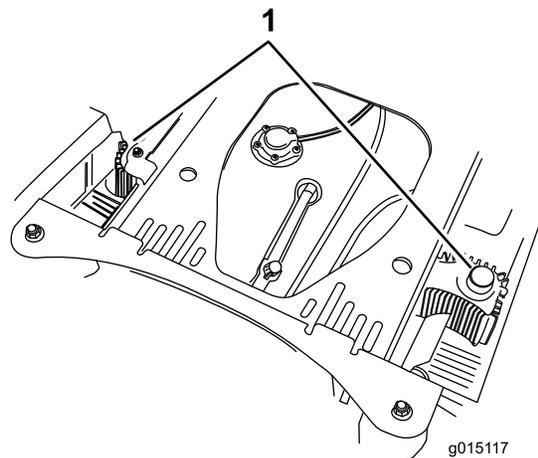

図 74
4. 油圧ユニットのシュラウドからゴミや草を取り除く(図 74)。